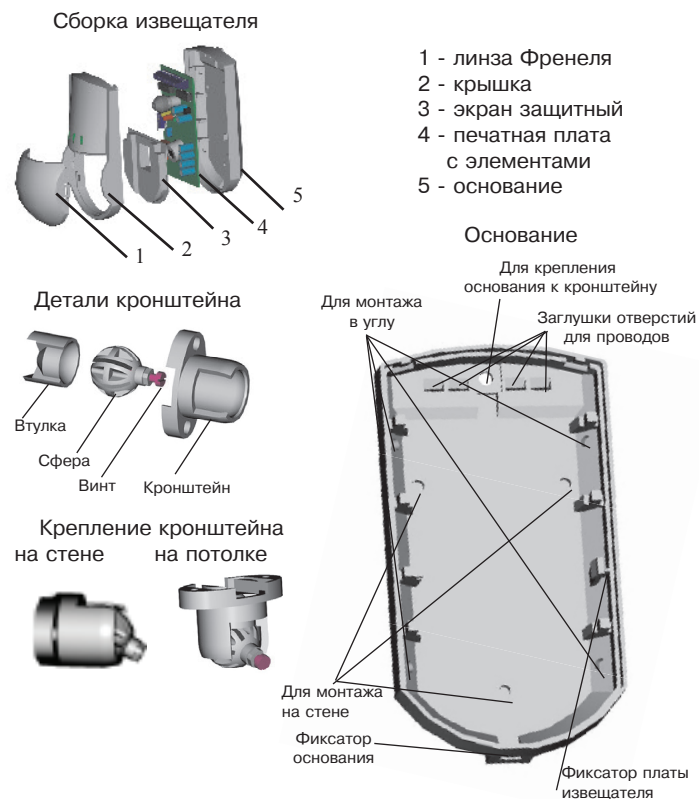

Рис. 3 Состав извещателя
- снимите крышку извещателя, отжав при помощи отвертки фиксатор, расположенный в нижней части основания извещателя (рис. 3);
- снимите плату, отжав фиксатор платы извещателя (рис. 3);
- просверлите в основании извещателя отверстия, которые будут использоваться для прокладки проводов и крепления извещателя (рис. 3), при использовании кронштейна - отверстия только для прокладки проводов;
- при креплении на кронштейне выверните винт из сферы, совместите квадратный выступ сферы с соответствующим пазом в верхней части основания извещателя (рис. 3), вставьте винт в отверстие в верхней части основания и заверните, не затягивая;